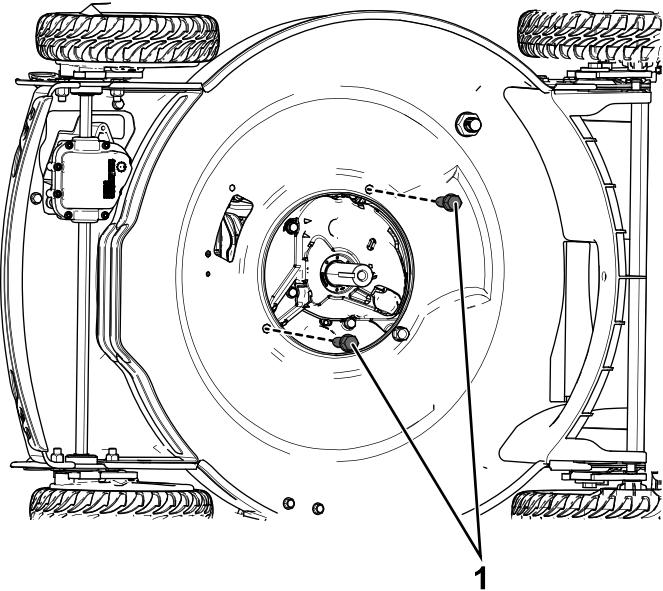

図 7
1. エンジン取り付けボルト3/8 x 1 インチ2本を取り付けて 4.6kg.m/400in-lbにトルク締めする図 7。